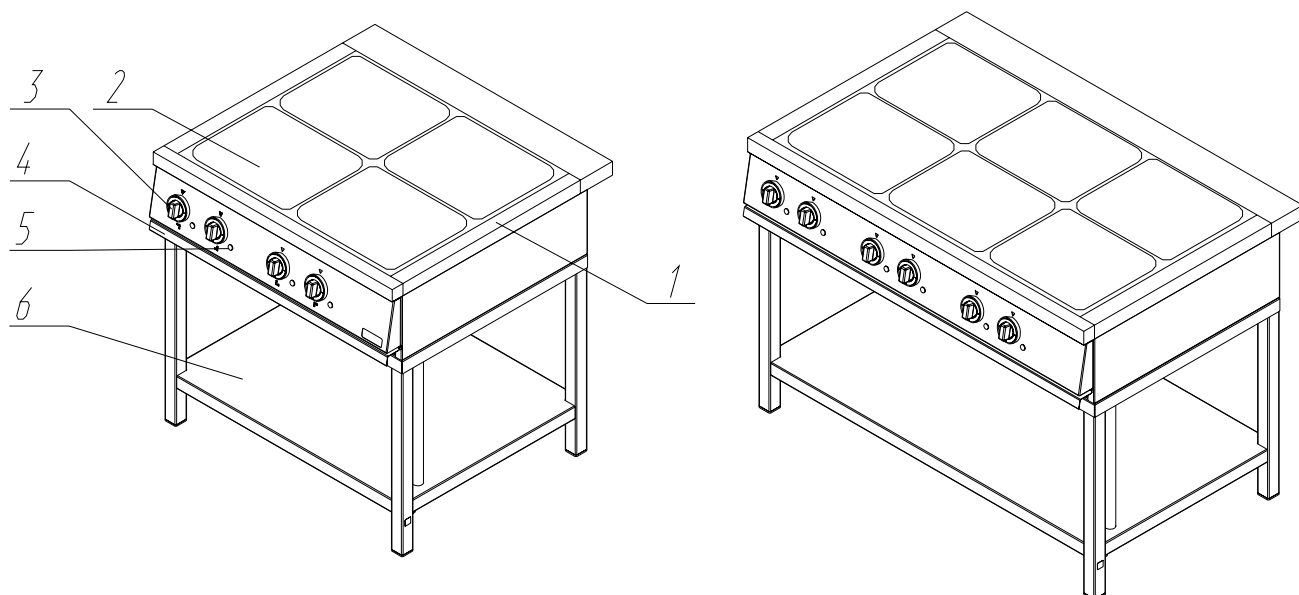

Рисунок 1- Составные части плит
5.2.1 Плита состоит из каркаса, на котором установлена столешница (1) с конфорками (2) рисунок 1. Плита закреплена на подставке (6), в ножках которой установлены опоры регулируемые. Схема расположения конфорок изображена на рисунке 2.
5.2.3 При утечке жидкости, которая образуется на рабочей поверхности плиты при приготовлении пищи, слив предусмотрен в выдвижной поддон (4) рисунок 1, который располагается под конфорками.
5.3.1 Установите ручки переключателей мощности конфорок (3), рисунок 1 в положение «3» (макс.), при этом должна загореться арматура светосигнальная (5) рисунок 1.
6.3.3 Подключение выполнять гибким кабелем с медными жилами сечением не менее 2,5 мм²; КГ 5х2.5, ВВГ 5х2.5 или аналогичными, через автоматический выключатель с током уставки 31,5 А и реле тока утечки на 15 мА. Автоматический выключатель должен обеспечивать гарантированное отключение всех полюсов от сети питания изделия и иметь зазор между контактами не менее 3 мм во всех полюсах. Подключение производится к клеммной колодке, расположенной на панели управления, для фиксации кабеля имеется кабельный ввод, расположенный на входе кабеля в трубу подставки (б) рис.1 .